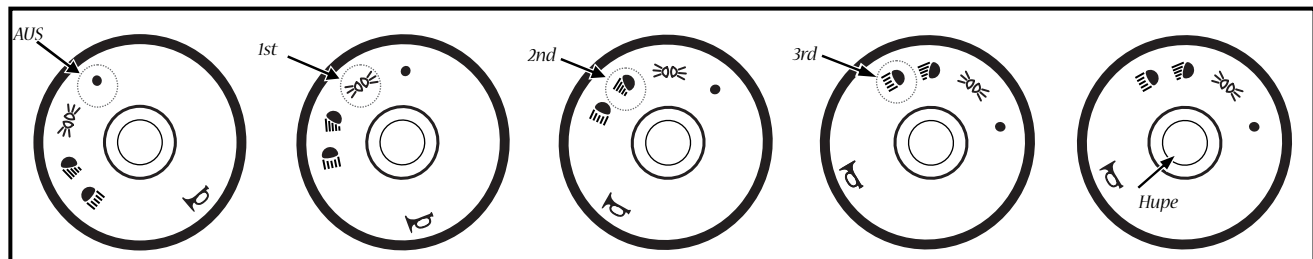

Abb. 3.3.2a
3.3.2a Kombinationsschalter (Abb. 3.3.2a):